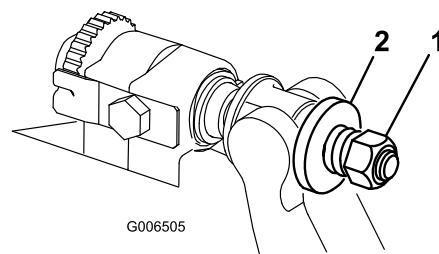

Bild 23
6. Ziehen Sie die Federspannungsmutter an, bis die Feder zusammengedrückt ist, drehen Sie sie dann eine 1/2 Umdrehung heraus (Bild 23).